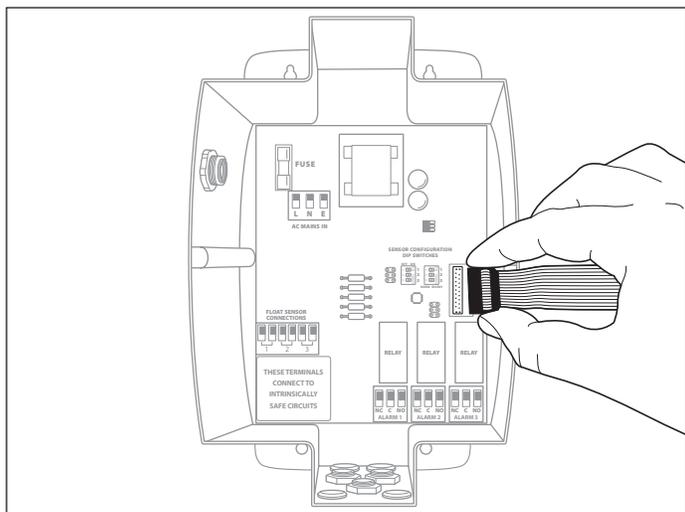

Figure 20-2
1. Déposez le couvercle de l'affichage avant du boîtier de l'alarme et déconnectez le câble plat. Posez le couvercle à un endroit propre et sûr (Figure 20-2).